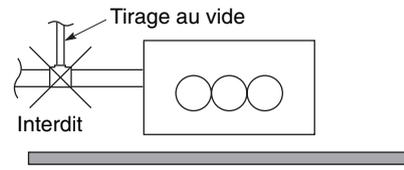

Fig. 3-90
- **N'installez pas de dispositif de tirage au vide, car cela peut provoquer des fuites. (Fig. 3-90)**